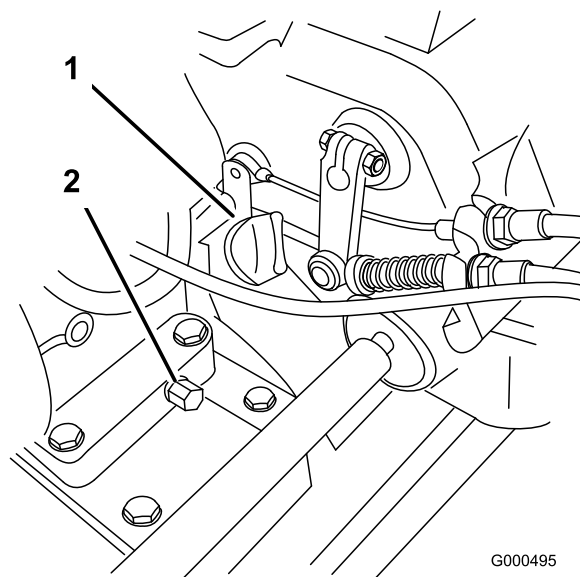

Figura 26
1. Retire las ruedas de transporte (si están instaladas), coloque el cortacésped de manera que el motor esté nivelado y limpie alrededor del indicador del nivel de aceite (Figura 26).
- Coloque un recipiente debajo del tapón de vaciado, en la parte trasera de la máquina (Figura 26). Retire el tapón de vaciado.